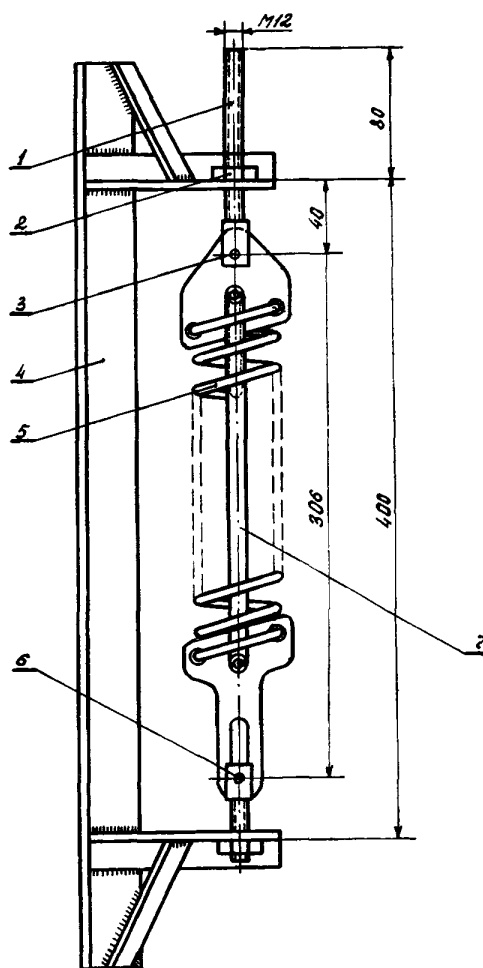

Рис.21. Приспособление П-6 для съема пружины и планок пружинного буфера:
15.1. Проверить целостность всех деталей буфера: пружины 5 (рис.21), планок 7, шайб и шплинтов. Без необходимости буфер не разбирать. Замену поврежденных деталей буфера произвести согласно переходам 4-7.
15.4. Установить буферную пружину в приспособление П-6 (см.рис.21).